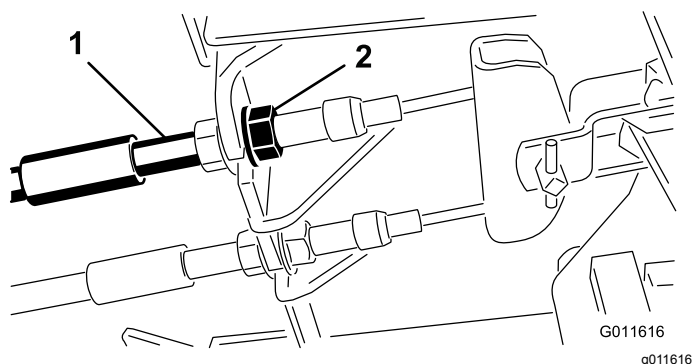

Figura 98
1. Para reduzir a folga dos pedais dos travões, aperte os travões desapertando a porca dianteira que se encontra na extremidade roscada do cabo dos travões (Figura 98).